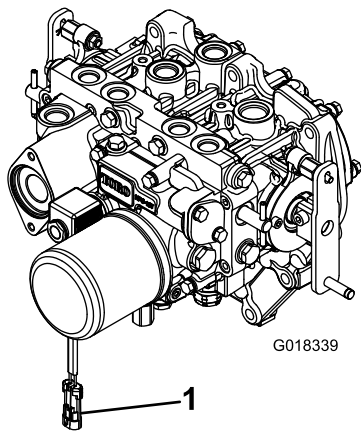

図 3
2. PTO クラッチを誤って作動させることのないように、PTO用ソレノイドバルブコネクタから、ワイヤハーネスのコネクタを外しておくこと（図 3）。
8. 駆動シャフトの反対側の端部をアタッチメントのギアボックスのシャフトに固定し終わったら、ワイヤハーネスの電気コネクタをPTOソレノイドバルブのコイルのコネクタに接続する (図 3)。